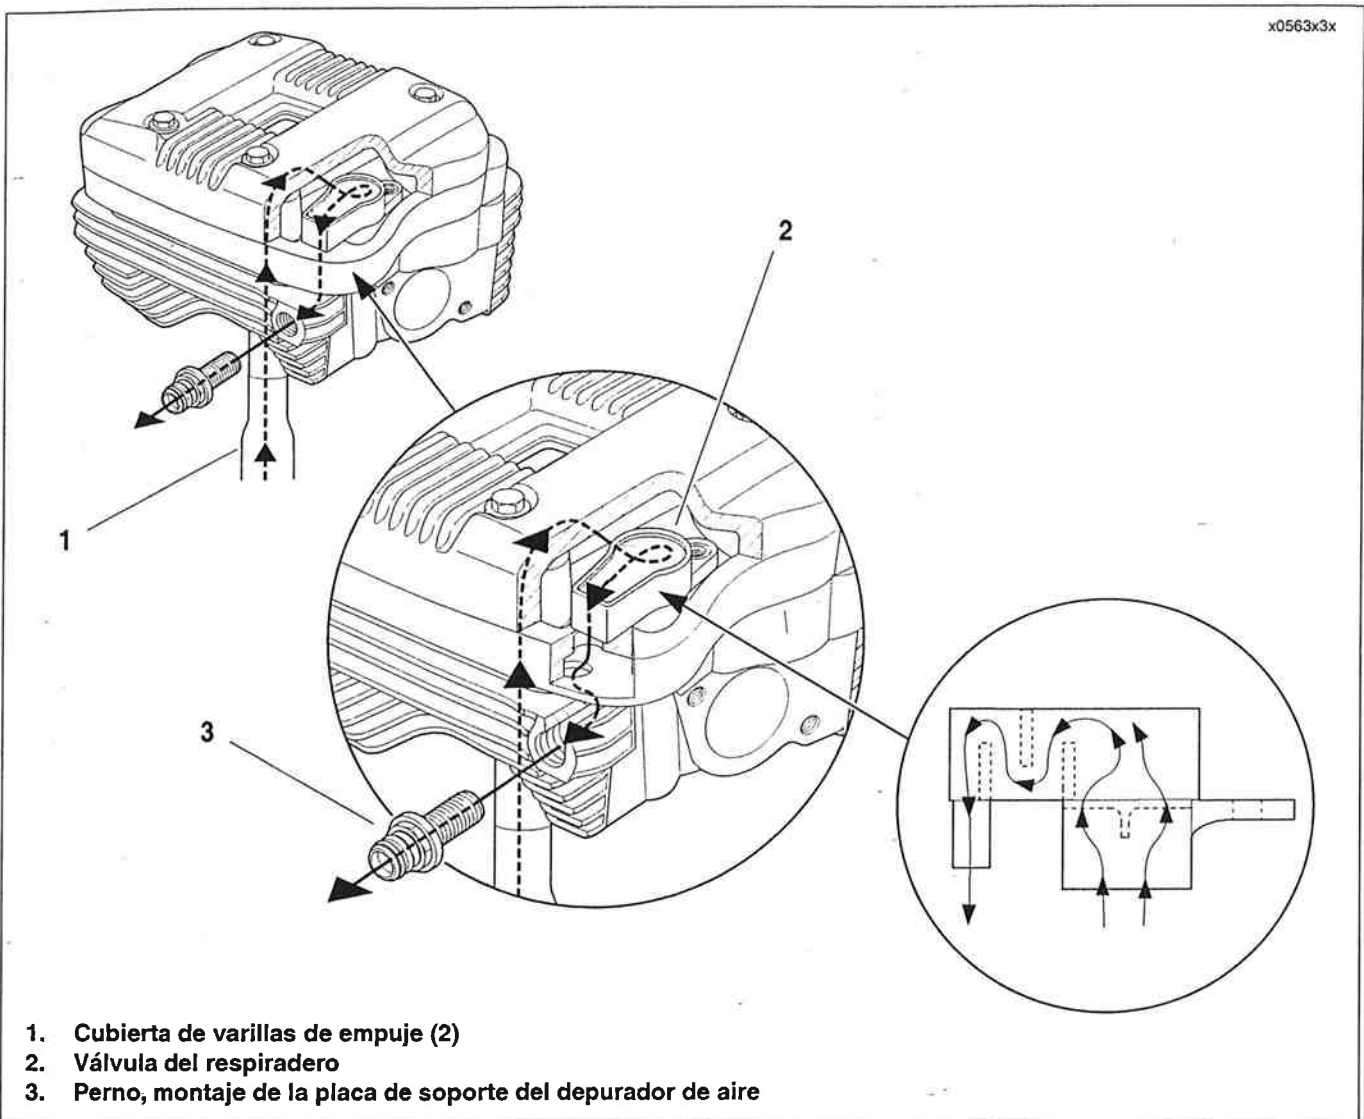

Figura 3-7. Sistema de respiradero del cárter – cilindro típico
Vea la Figura 3-7. En la carrera hacia abajo del pistón, una mezcla del aire del cárter y vapor de aceite se ventila hacia arriba por las cubiertas de la varilla de empuje (1) a través de una válvula de respiradero (2) en cada sección interior de la caja de balancines.